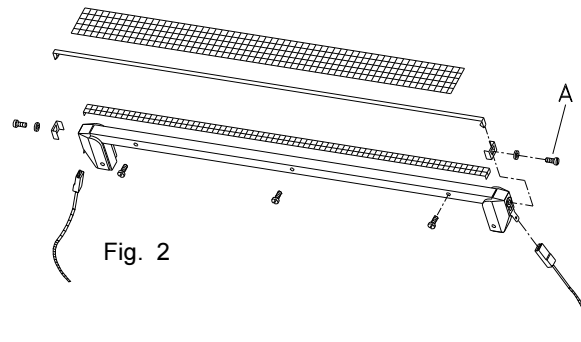

Fig. 2
7. Quand le revêtement en PTFE ou le fil de soudure, sur la barre de soudure, commence à être brûlé ou usé, il doit être remplacé. Enlevez les 4 écrous de la barre de soudure et enlevez les deux connexions électriques qui reliaient la barre à la machine. Maintenant, enlevez le vieux PTFE. Dans le cas où le fil de soudure est brûlé, enlevez le fil en desserrant les deux écrous (fig. 2, A). Changez aussi le PTFE inférieur, nettoyez la barre de soudure et collez un nouveau PTFE inférieur sur la barre. Maintenant, montez un nouveau fil de soudure et fixez-le en resserrant les deux écrous (fig. 2, A).
7. Quando la copertura di PTFE della barra saldante si è usurata o la resistenza si è bruciata, devono essere sostituite. Svitare le quattro viti della barra saldante ed estrarla dalla macchina dopo aver staccato le due prese lamellari all'estremità della stessa. Rimuovere ora il vecchio PTFE e sostituirlo con uno nuovo. Nel caso la resistenza si sia bruciata, toglierla svitando le due viti (fig. 2, A). Controllare in questo caso anche il PTFE adesivo sottoresistenza. Se risulta danneggiato, toglierlo e sostituirlo con uno nuovo, dopo aver pulito la barra saldante. Montare ora la nuova resistenza e fissarla mediante le due viti (fig. 2, A).
7. Quando a cobertura de tela de "PTFE" ou a resistência na barra de soldagem estiverem danificadas deverão ser substituídas. Desaperte os parafusos e retire de soldagem da máquina. Desmonte as duas peças onde liga a resistência desligando a barra de soldagem da máquina. Substitua a tela velha danificada. Se a resistência estiver também inutilizada desaperte os parafusos de fixação e proceda também à sua substituição (Fig. 2, A). Substitua também a tela de "PTFE" adesiva que está por baixo da resistência, depois de limpar a barra.
ATENÇÃO: A resistência deve ficar bem esticada com os parafusos respectivos (Fig. 2, A) e nunca entrar em contacto com a barra de soldagem. Depois coloque a nova tela de "PTFE" cobrindo a resistência na barra de soldagem já reparada e aperte os parafusos de fixação.
7. Når PTFE'en som ligger over svejsetråden (overPTFE) er brændt (brun) eller svejsetråden er beskadiget skal denne (disse) skiftes. Løsn de 4 skruer på siden af svejsebarren og løsn de 2 ledninger for enden af svejsebarren og fjern så svejsebarren fra maskinen. Fjern den gamle PTFE. Er der behov for at udskifte svejsetråden, så løsn de to skruer (fig. 2, A). Ved udskiftning af svejsetråden bør PTFE'en som ligger under svejsetråden (underPTFE) også udskiftes. Svejsebarren skal rengøres, for at den selvklæbende undertflon kan limes til svejsebarren. Monter nu den nye svejsetråd og fastgør denne med de to skruer (fig. 2, A)
Lossa de fyra skruvarna på svetsbacken och lyft ut backen från kontakt med svetsbacken. Riv nu loss PTFEväven och kolla därefter om svetsbandet är bränt. Om så är fallet lossas båda skruvarna (fig. 2, A) och svetsbandet samt det underliggande PTFEet tas bort och metallbacken rengöres.
Sätt på ny PTFEväv (undere) och fäst det nya svetsbandet enligt (fig. 2, A).
7. Når PTFEduken over sveiseelementet blir brent eller slitt og/eller hetebåndet er brent, må det skiftes: De fire skruene i sveiseelementet skrues ut og sveiseelementet kan nå løftes opp. Ledningene i hver ende av sveiseelementet koples fra. Den gamle PTFEduken fjernes. Dersom hetebåndet er brent, fjernes denne ved å skru løs de to festeskrue (fig. 2, A). Ta deretter bort PTFEduken som ligger under hetebåndet. Rengjør sveisebakken og kleb ny PTFEduk under hetebånd. Nytt hetebånd skrues fast (fig. 2, A).